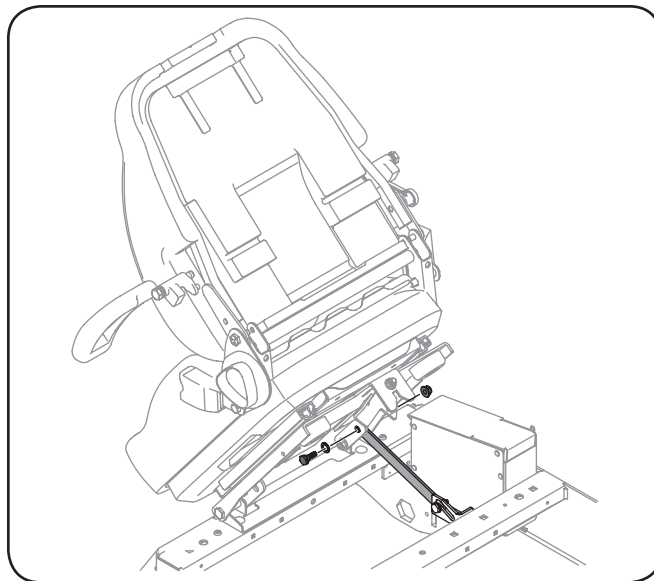

Figure 3-11
3. Retirez le boulon à épaulement et l'écrou autobloquant de la tige de support. Installez la tige de support sous le siège avec la quincaillerie retirée. Voir Figure 3-11.